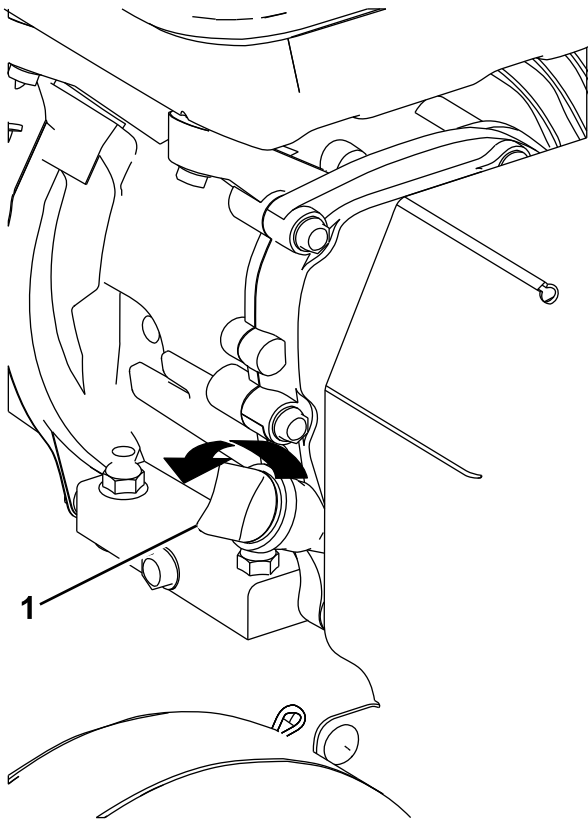

Figura 10
2. Limpie alrededor de la varilla (Figura 10) para impedir que caiga suciedad por el orificio de llenado y cause daños en el motor.
3. Desenrosque la varilla de aceite y limpie el extremo (Figura 10).
4. Introduzca la varilla a fondo en el tubo de llenado. **No la enrosque** (Figura 10).